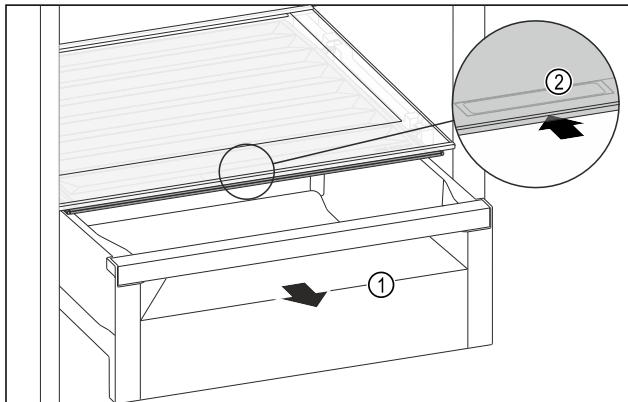

Fig. 138
- Издеглете чекмеджето Fig. 138 (1).
- Хванете вдълбнатия захват Fig. 138 (2) на капака на отделението и едновременно с това избутайте назад капака на отделението.